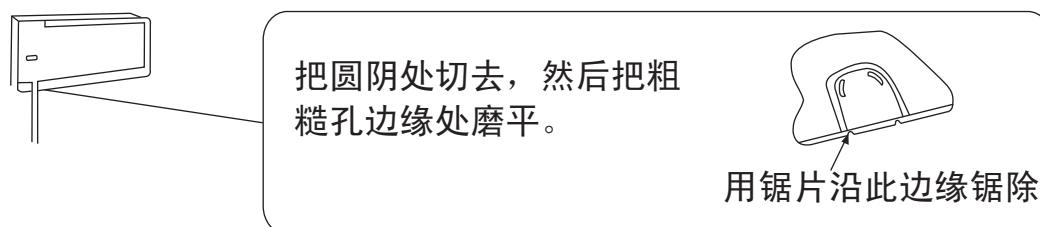

图8
(2) 如铜管是从右边或下边引出时, 应扳去左边的出管板, 或把下盖板上如下图所示部位锯除, 然后把铜管塞进。(图8)